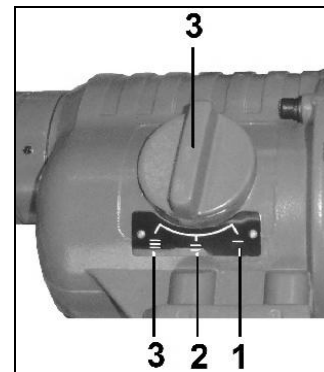

Рис. 7.
- ДАЭ-3 355Э: три скорости 1, 2 и 3 (Рис. 7)